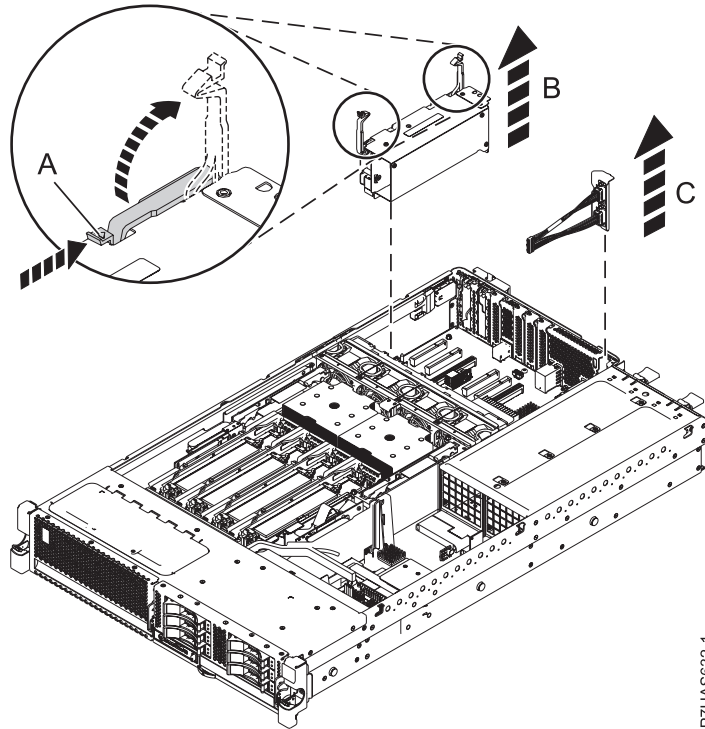
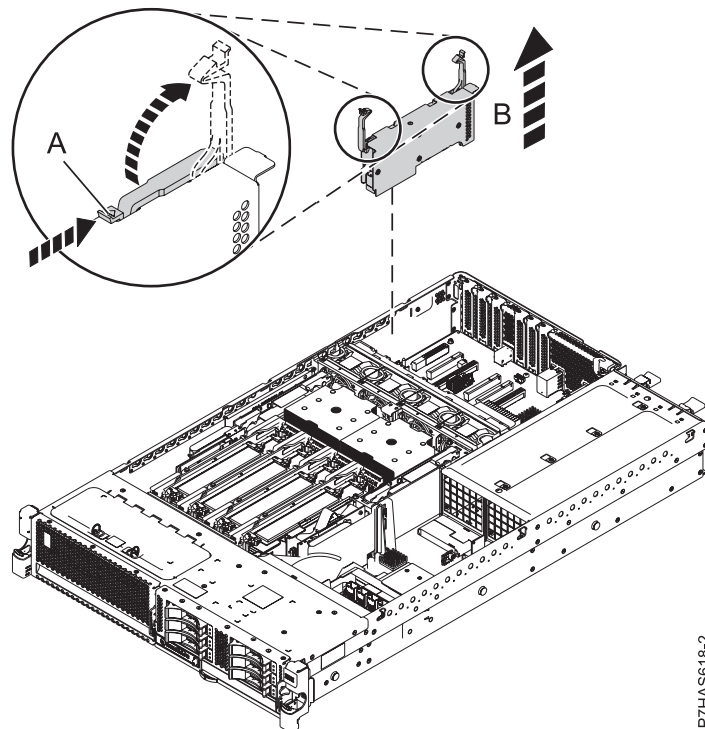

Figura 7. Extracción del adaptador GX (FC EJ0G) de un sistema
Figura 8. Extracción del adaptador GX (FC EJ0H) de un sistema
13. Con el sistema en posición de servicio, desbloquee los pestillos **(A)** del adaptador GX ++ (código de característica (FC) EJ0G o FC EJ0H) **(B)**, como se muestra en la Figura 7 en la página 10 y Figura 8 en la página 10.
14. Tire de los pestillos **(A)** para situarlos en posición de abierto, sostenga el adaptador **(B)** por los pestillos y sáquelo de la GX 2 (P1-C8) del sistema para el FC EJ0G, como se muestra en la Figura 7 en la página 10, o de la ranura GX 1 o 2 para el FC EJ0H, como se muestra en la Figura 8 en la página 10.
- b. Sujete con cuidado el cable de SPCN de 2 puertos del FC EJOG (C) por la parte superior del cabezal y sepárelo de la ranura 1 de GX (P1-C1), tal como se muestra en la Figura 7 en la página 10.